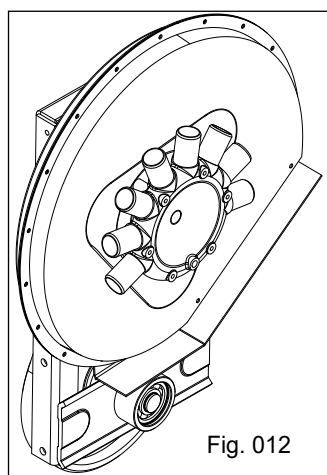

Fig. 012
- Possui opção de turbina com 540 e 1000 rpm, (Fig. 012).